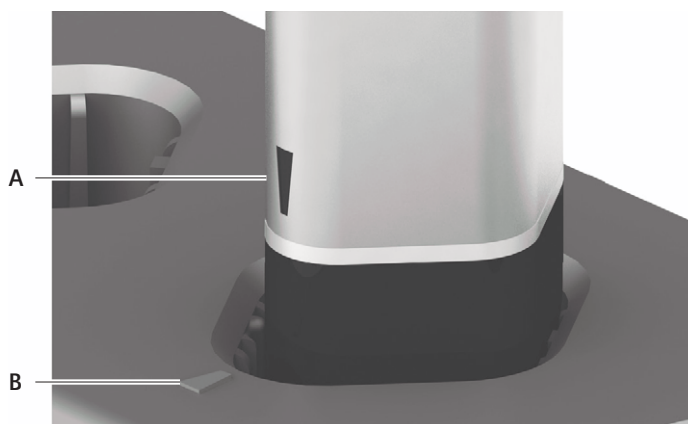

Fig. 1 Insertar el acumulador en el compartimento de carga.
- Introducir el acumulador en el compartimento de carga con los contactos hacia abajo de modo que la marca del acumulador A coincida con la marca del compartimento de carga B, ver Fig. 1.